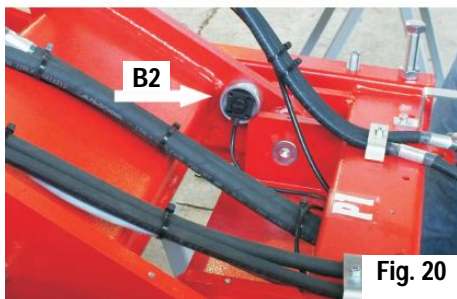

Fig. 20
- Meet het voltage op de printplaat tussen de draden (13) zwart en (14) blauw. Dit moet ongeveer 1Vdc zijn.
- Stel als nodig de inclinometer (B2, Fig 20) in op 1Vdc.